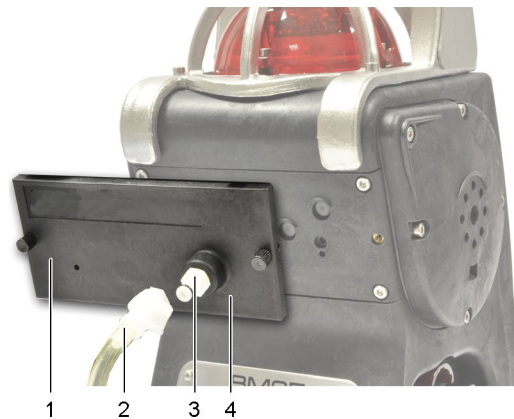

Figure 16 : mise en place de la coiffe (BM25A/AW no équipée d'une pompe électrique)
- Placer et visser la coiffe sur les cellules (Figure 16, rep. 1) ; cette coiffe ne possède pas de bossage à l'endroit indiqué (rep. 4).